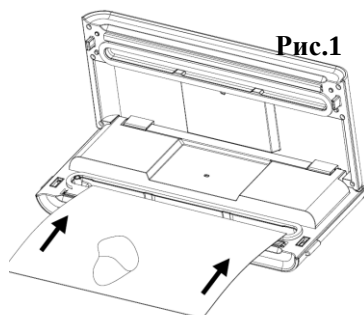

Рис.1
2. За допомогою ножиць відріжте від рулону для пакетів шматок потрібної довжини — **Рис. 1.**
3. Помістіть відкритий кінець пакета в область вакуумної камери. Переконайтеся, що пакет не перекриває отвір для всмоктування повітря. — **Рис. 1.**